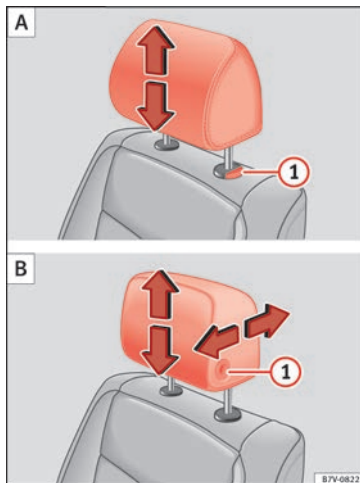
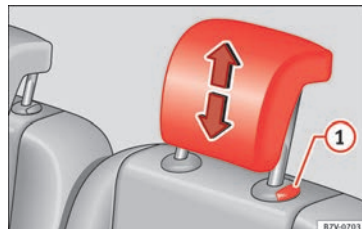

Bild 150 A: Ställ in nackskydden så att det inte går att justera dem i längdriktningen, B: Ställ in nackskydden med justering i längdriktningen
Bild 151 Ställa in nackskydden på andra eller tredje sätesraden
- Höj nackskyddet i pilens riktning eller sänk det » » bild 150 eller » » bild 151 ① med knappen intryckt » » i Demontera och montera nackskydden på sidan 140.
- Tryck nackskyddet framåt i pilens riktning eller bakåt » » bild 150 ① B med knappen intryckt.